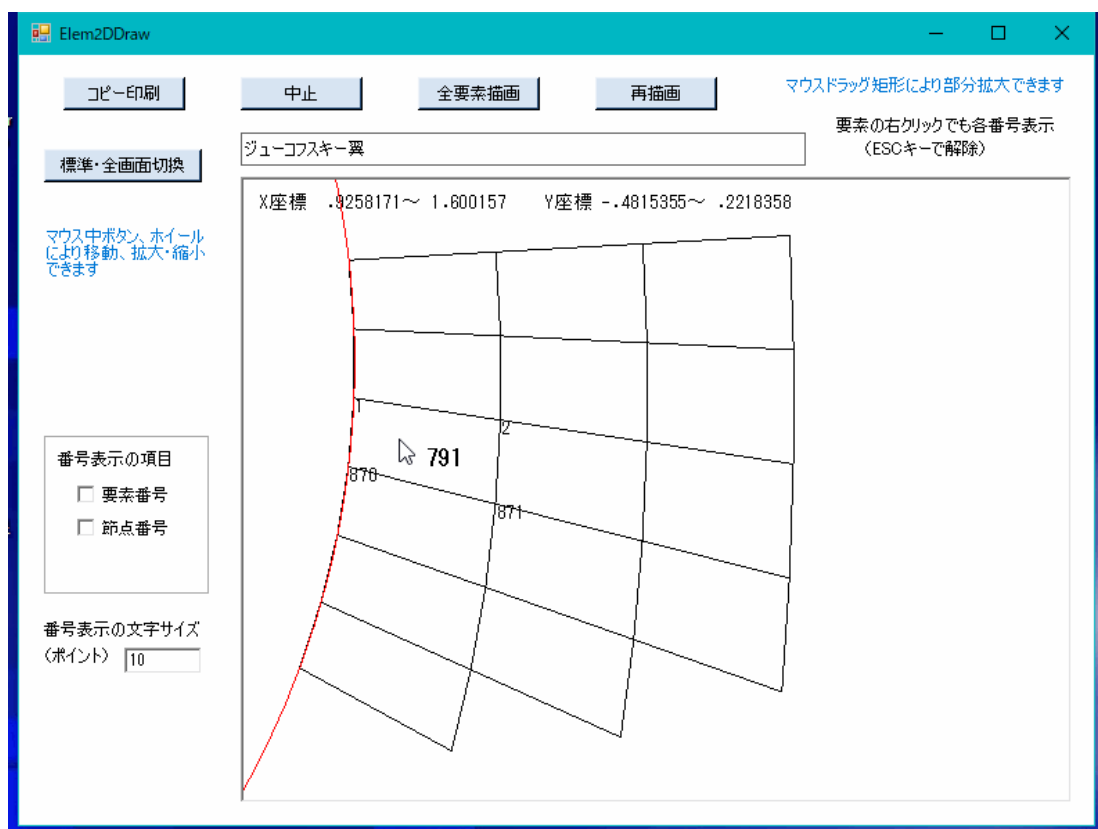

図5-7 構造作画における要素右クリック画面例
- ⑥任意の要素を右クリックすると、図5-7のように当該要素の各番号が表示されます。
- ⑦本画面で「コピー印刷」ボタンをクリックすると、プリンターで画面コピーを印刷できます。
- ⑧本画面を終了するには、「中止」ボタンをクリックします。